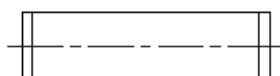

图 4-62 偏移直线
- 4) 偏移处理。单击“修改”工具栏中的“偏移”按钮 , 将两条竖直直线分别向内偏移“1”，结果如图 4-62 所示。